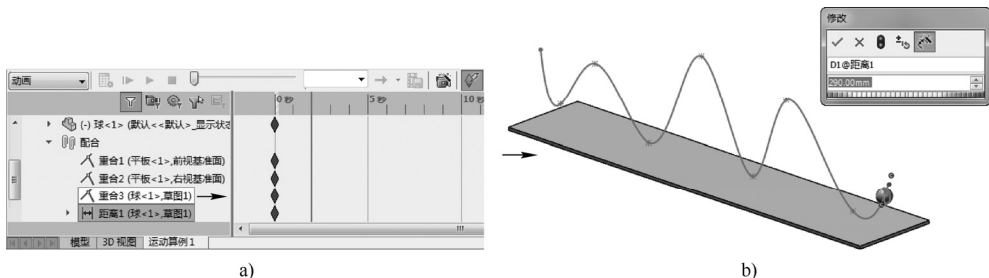

图 11-16 新时间点处重新定义距离配合关系操作
STEP 3 单击底部的“运动算例 1”标签，打开“运动算例”操控面板，将“当前时间点”置于“2 秒”处，编辑距离配合关系，定义此时间点处的距离为“290mm”，如图 11-16 所示，完成操作。